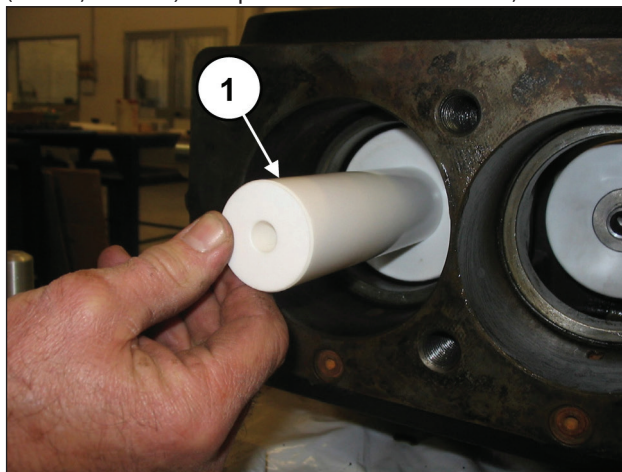
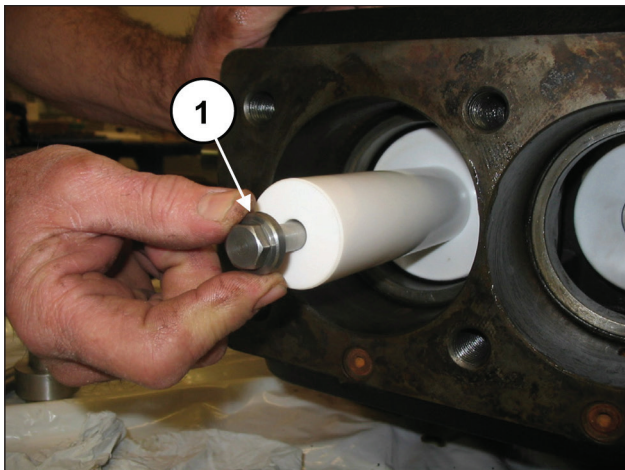

Рис. 147
Рис. 148
Установите поршни на соответствующие направляющие (поз. ①, Рис. 147) и закрепите их согласно поз. ①, Рис. 148.